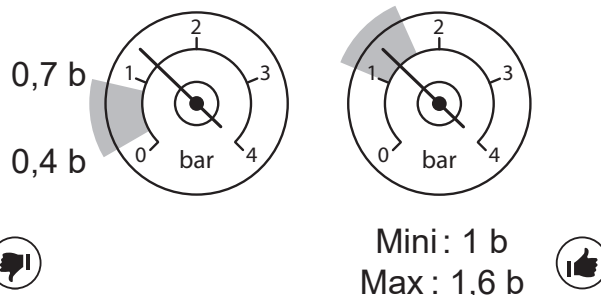
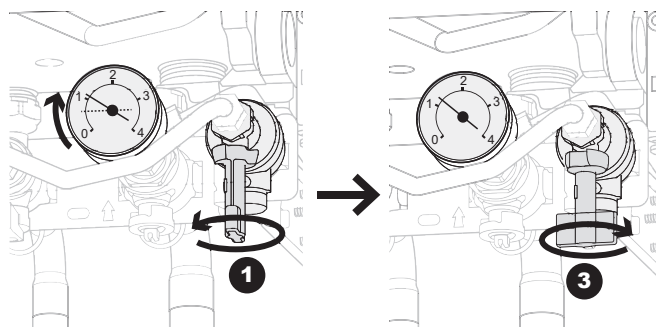

fig. 4 - Intervalli di pressione
fig. 5 - Mettere in pressione
→ Procedere alla messa in pressione dell'impianto (vedere *fig. 5, pagina 19*).
- Se necessario ("*fig. 4 - Intervalli di pressione*"): rimettere il circuito di riscaldamento in pressione aprendo il rubinetto del disconnettore (*fig. 5*). Quando la pressione indicata sul manometro corrisponde alla configurazione dell'impianto (come mostrato nella tabella sopra riportata), chiudere il rubinetto.